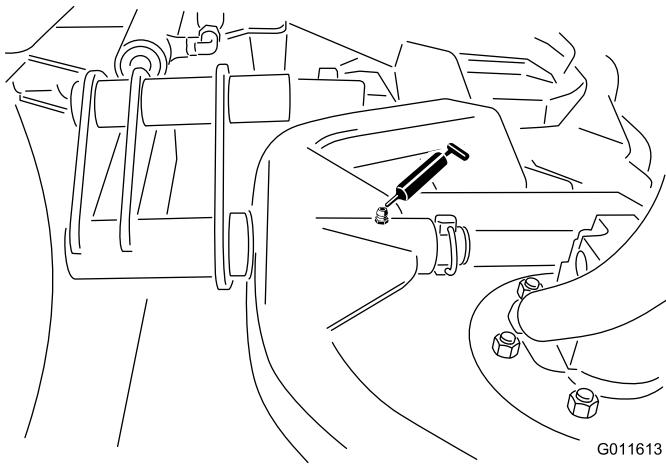

Bild 32
- Mähwerkträgerrahmen und Drehbzapfen (1 Stück) (Bild 32)